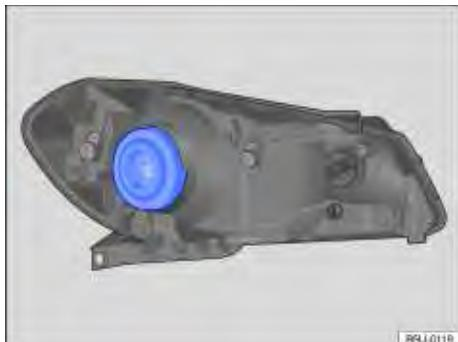

Fig. 171 No compartimento do motor: localização da lâmpada incandescente do farol baixo / alto.
4. Remover a cobertura de borracha na parte traseira do farol ⇒ Fig. 171.